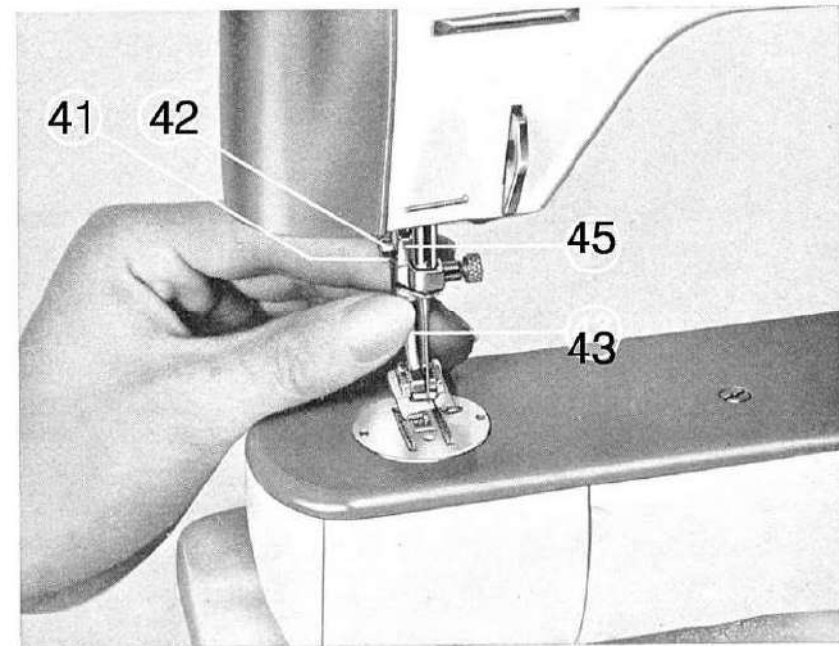

Abb. 14
a) *Das Abnehmen des Nähfußes* Abb. 14